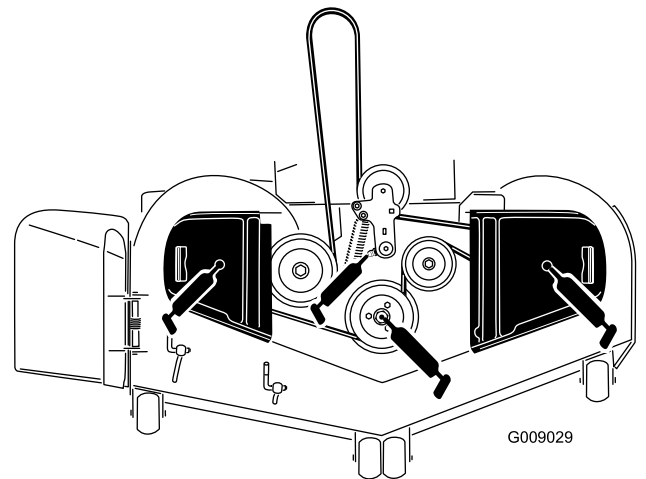

Figura 45
5. Lubrifique a articulação da polia intermédia da plataforma do cortador até o lubrificante sair por baixo (Figura 45).
6. Lubrifique os 3 rolamentos do eixo até o lubrificante sair pelas juntas inferiores (Figura 45).
7. Lubrifique o braço intermédio da correia de transmissão (Figura 45).